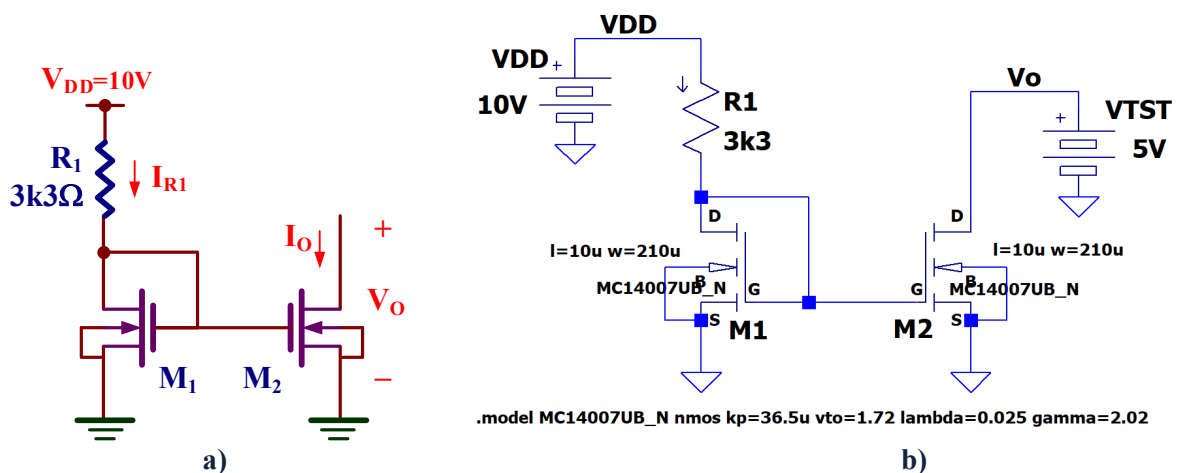

Figura IX.1. Espejo de corriente simple NMOS: a) Esquema; b) Edición con LTspice.
A) Editar con LTspice el esquemático de la fuente de corriente NMOS de la figura IX.1.